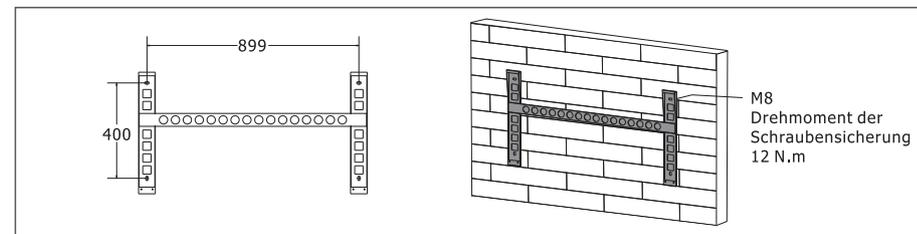

Abbildung 3.4-1 Montage der Aufhängeplatte des Wechselrichters
Schritt 1. Bitte verwenden Sie die Halterung als Schablone, um 5 Löcher an den richtigen Stellen zu bohren (10 mm Durchmesser und 80 mm Tiefe). Verwenden Sie die M8-Dehnschrauben aus dem Zubehörkasten und befestigen Sie die Halterung mit einem 12-mm-Schrauber fest an der Wand. Die Installation der Wechselrichterunterstützung ist in Abbildung 3.4-1 dargestellt.